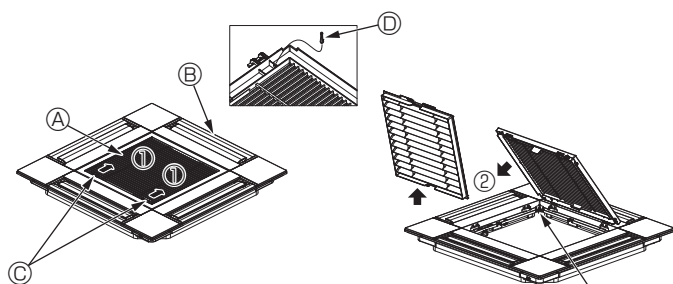
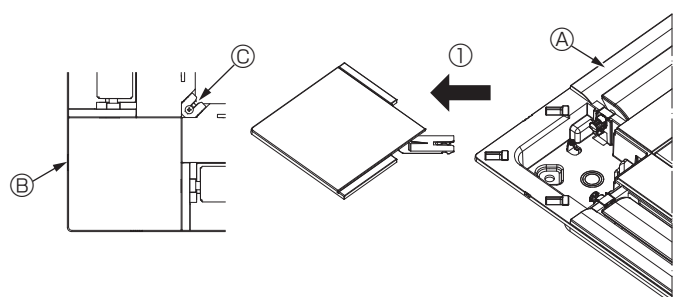

Fig. 6-3
Fig. 6-4
6.2.1. Снятие решетки впуска воздуха (Fig. 6-3)
- Переместите рычаги на решетке на впуске воздуха по направлению, обозначенному стрелкой ①. Решетка откроется.
- В открытом положении решетки впуска воздуха снимите петлю, как показано стрелкой ②.
6.2.2. Снятие угловой панели (Fig. 6-4)
- Открутите винт в углу угловой панели. Сдвиньте угловую панель, как показано стрелкой ①, чтобы снять ее.